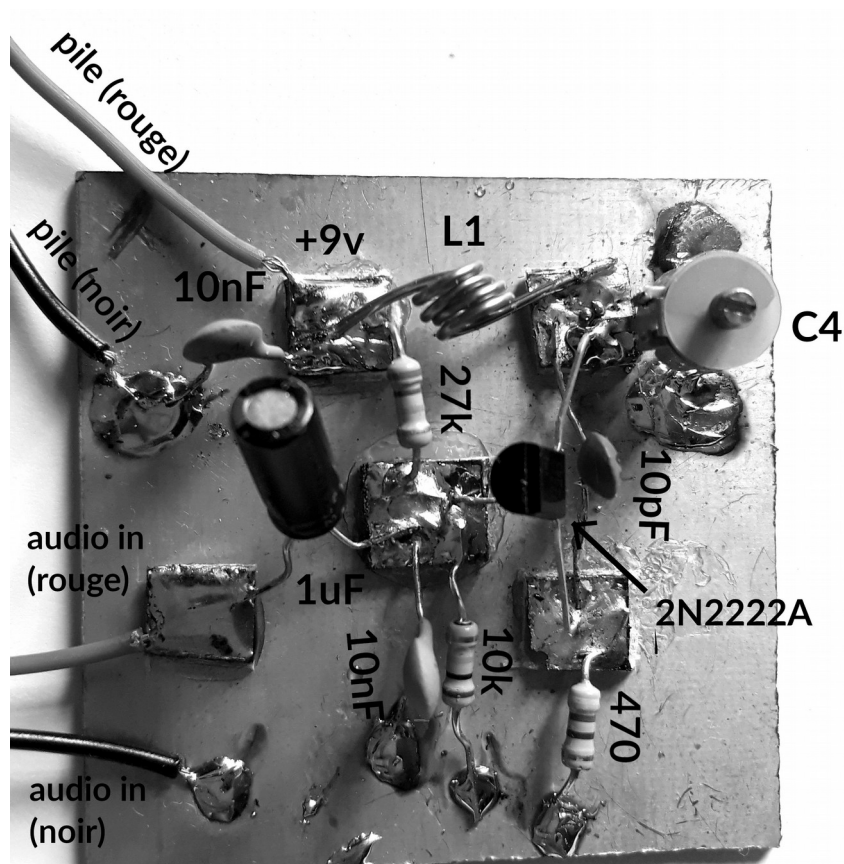

Figure 3: émetteur assemblé
10. Soudez le condensateur radial polarisé. Attention : polarisé ça veut dire qu'il a un côté positif et un côté négatif. Il faut donc respecter un sens de montage. Sur le condensateur le négatif est indiqué sur un côté par un trait bleu avec des symboles négatifs. La patte correspondant à ce côté du condensateur doit être soudée sur le même potentiel que le fil « audio in » rouge. Voir *Figure 3*.